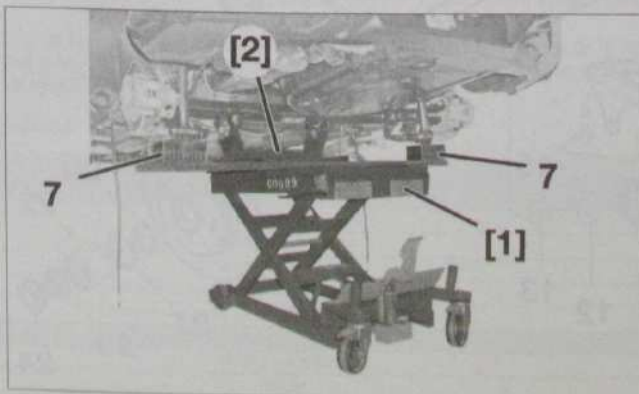

Fig. 66
- Présenter les outils [1] et [2] sous le train arrière (Fig. 66).
- des cales de protection entre la traverse et les amortisseurs arrière (7).